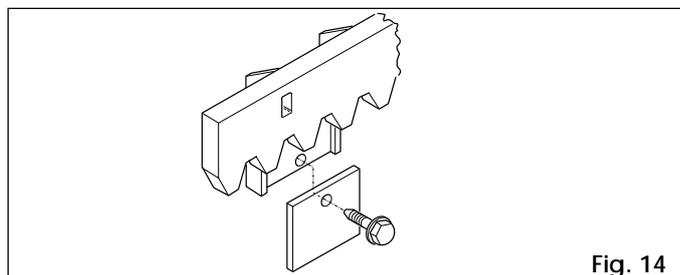

Fig. 14
4.4.3. CRÉMAILLÈRE EN NYLON À VISSER (Fig.14)